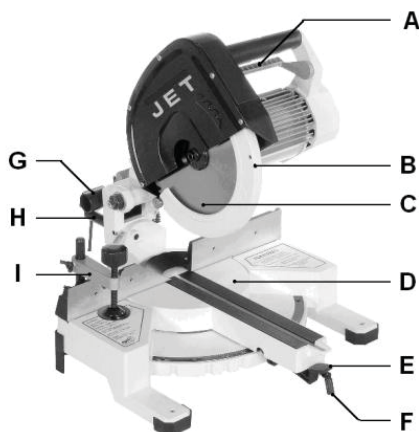

Рис. 1
- Під час розпили заготовка повинна бути закріплена за допомогою притиску (I, Рис. 1).
- Звільніть захисну огорожу за допомогою запобіжного важеля (А, Рис. 1).
- Рукоятка (Н, Рис. 1) на зворотній стороні верстата повинна бути